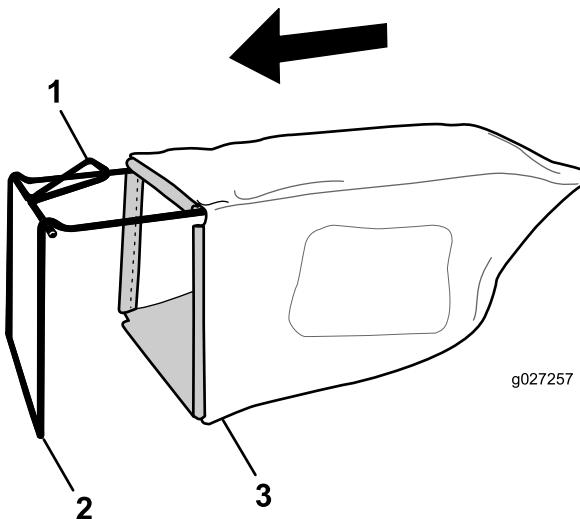

Figura 8
1. Infilate il cesto di raccolta sopra il telaio come illustrato in Figura 8.
- Nota:** Non infilate il cesto sopra la maniglia (Figura 8).